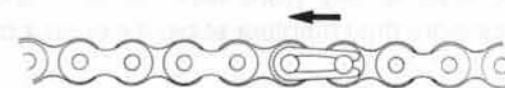

FIG. 3
- Remonter la chaîne (attention au sens de montage de l'attache rapide fig. 3).